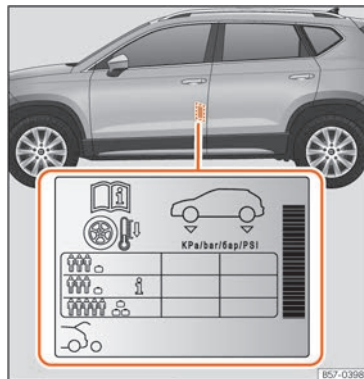

Abb. 218 Einbauort des Aufklebers für den Reifenfülldruck.
- Passen Sie bei größerer Zuladung den Reifendruck entsprechend an »» **Abb. 218.** »
Die Angaben zum Reifendruck befinden sich auf einem Aufkleber an der B-Säule der Fahrertür »» Abb. 218.
Je nach Fahrzeug kann der Reifenfülldruck auf halbe Last eingestellt werden, um den Fahrkomfort zu verbessern (Reifendruck **i** »» Abb. 218). Beim Fahren mit Komfort-Reifendruck kann sich der Kraftstoffverbrauch leicht erhöhen.
Der Reifendruck muss der aktuellen Fahrzeugbelastung angepasst werden. Wenn das Fahrzeug voll beladen werden soll, muss der Reifenfülldruck entsprechend dem auf dem Reifenfülldruck-Aufkleber »» Abb. 218 angegebenen maximalen Wert erhöht werden.
Füllen Sie bei einem minimierten Notrad (125/70 R18) auf einen Druck von 4,2 bar, gemäß Angabe auf dem Aufkleber mit den Reifendruckwerten »» Abb. 218.
- Der Fahrer ist verantwortlich für den richtigen Reifenfülldruck an allen Reifen am Fahrzeug. Der empfohlene Reifenfülldruck befindet sich auf einem Aufkleber »» Abb. 218.
- Immer den richtigen Reifenfülldruck am kalten Reifen einhalten, wie auf dem Aufkleber angegeben »» Abb. 218.